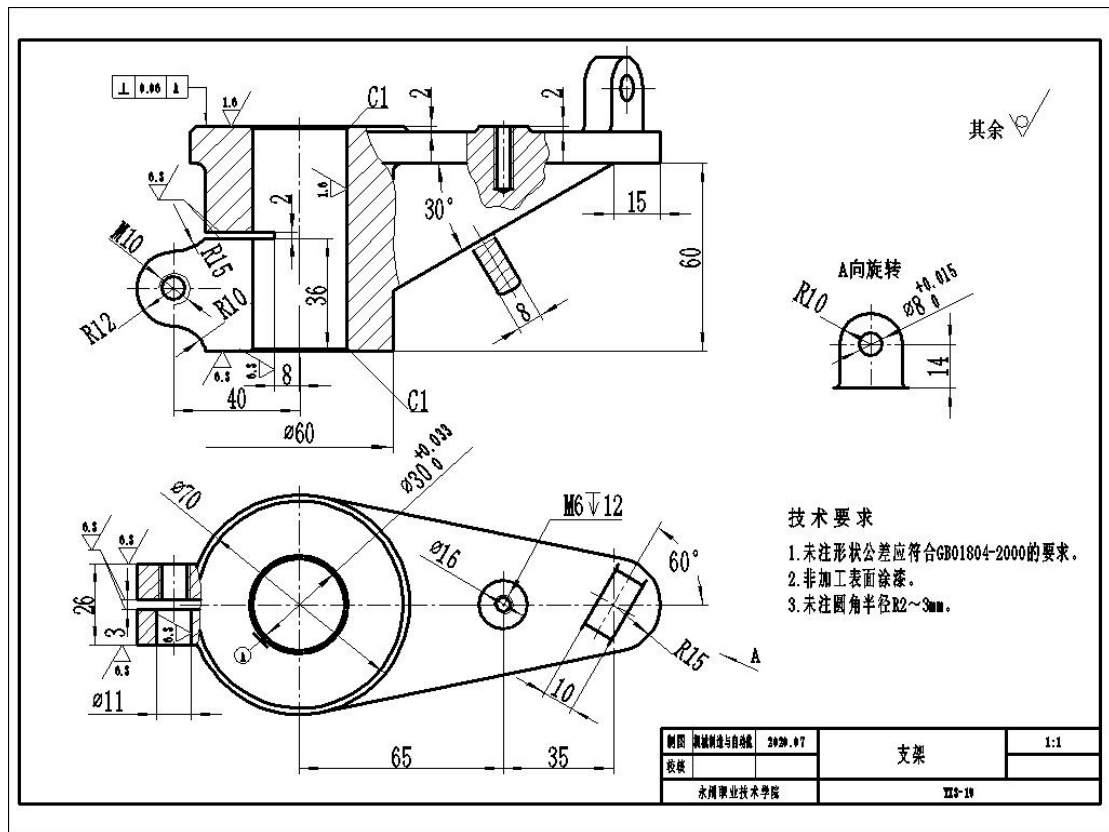

图 3-19 支架零件图
**任务 1：**识读支架零件图（如图 3-19 所示），根据零件图要求，利用三维设计软件正确绘制草图，选择合适的特征建模方法完成零件三维造型；